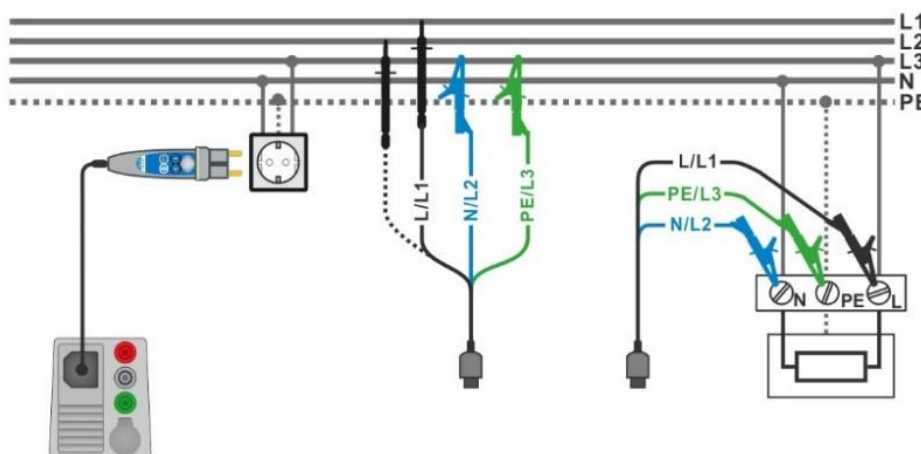

Fig. 4.55: Fase-neutral eller fase-fase line impedans måling –
- › Forbind 3-leder testledninger eller Plug commander til objektet der skal testes, se **Fig. 4.55**